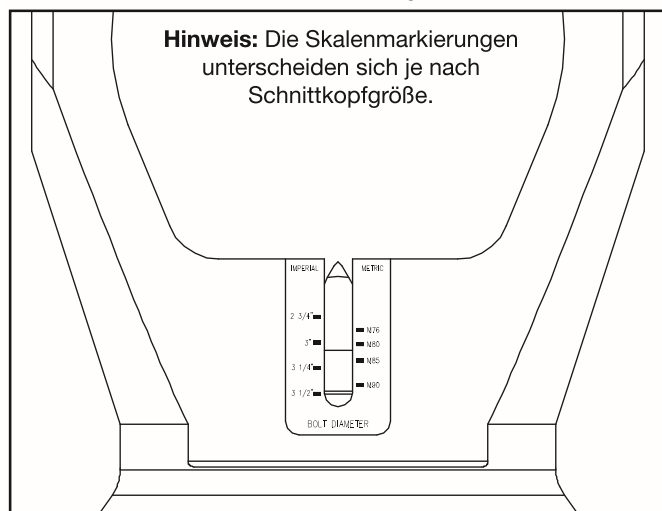

Abb. 5, Schnitttiefenskala des Messers
4. Drehen Sie den Schneidkopf, bis die rote Markierungslinie am Messerhalter mit der Markierungslinie der erforderlichen Schraubengröße auf der Skala ausgerichtet ist. Siehe Abb. 5.